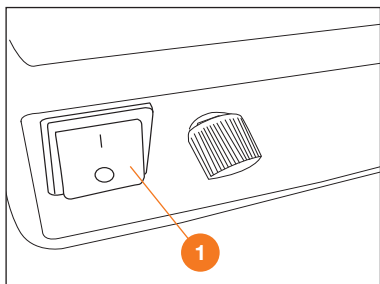

Рис. 14
Заполните бак раствором. Установите аккумулятор, для моделей со съемным аккумулятором. Включите опрыскиватель переводя клавишный выключатель ❶ в положение «I» или удерживая кнопку «START/STOP» 3 секунды (DSA 5 Li / DSA 10 Li), после чего насос опрыскивателя заработает и начнет создавать давление. Создав номинальное давление, насос автоматически отключится (Рис. 14).
Чтобы закончить процесс опрыскивания, отпустите рукоятку управления и переведите клавишный выключатель **1** в положение «O» (Рис. 14) или удерживайте кнопку включения «**START/STOP**» 3 секунды (**DSA 5Li / DSA 10Li**).